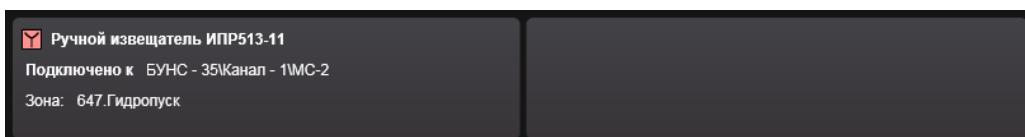

Рисунок 14.3.51 – Свойства адресных устройств РПИ, АМ-1П, АМ-4, АМП-4, КО, КЗ, КУА, КнВклШУЗ, КнВыклШУЗ, КнРазблШУЗ
- 12) При выделенной в рабочей области строке адресных устройств РПИ, АМ-1П, АМ-4, АМП-4, КО, КЗ, КУА, КнВклШУЗ, КнВыклШУЗ или КнРазблШУЗ поле свойств устройства отображает (Рисунок 14.3.51):